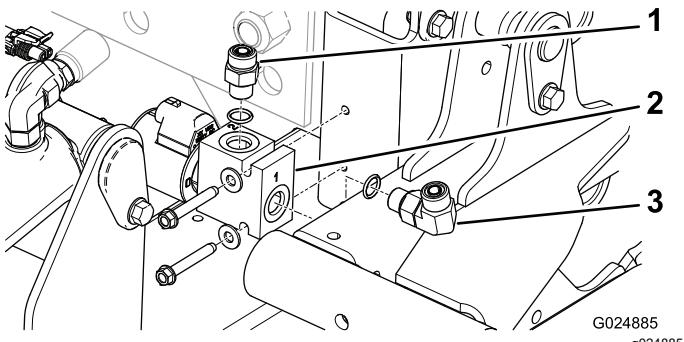

Figura 2
- Montate il collettore di blocco del piatto di taglio destro sul tubo del telaio con 2 viti autofilettanti (1/4" x 1 3/4"). Posizionate il collettore come illustrato in Figura 2.
4. Montate il raccordo idraulico diritto sulla parte superiore del collettore (**Figura 2**).
5. Montate il raccordo idraulico a 90 gradi sull'estremità del collettore (**Figura 2**).